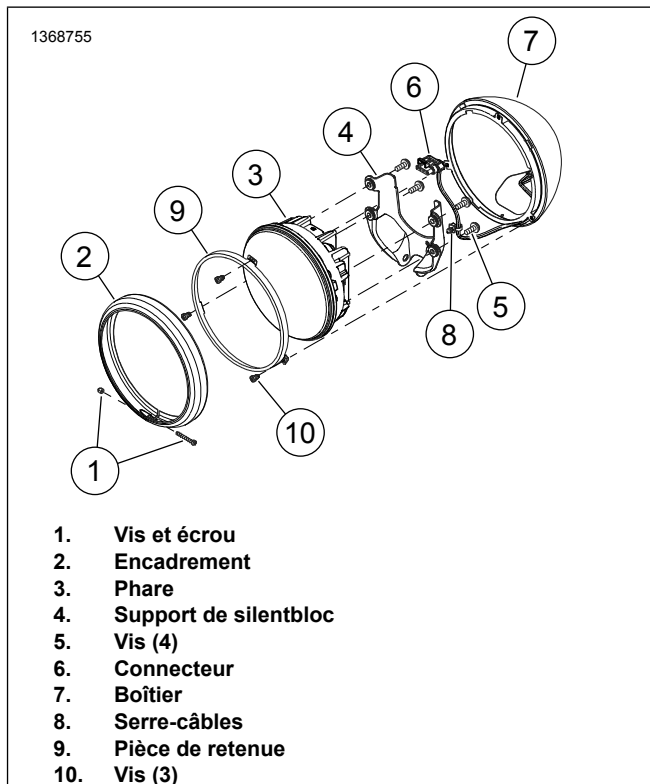

Figure 6. Phare rond
2. Voir la figure 6. Déposer le phare (3). Consulter le manuel d'entretien.
- Voir la figure 6. Serrer les vis (5) avec un couple de 11,5-14,2 nm (102-126 in-lbs).
1. Voir la figure 6. Poser le phare (3). Consulter le manuel d'entretien.